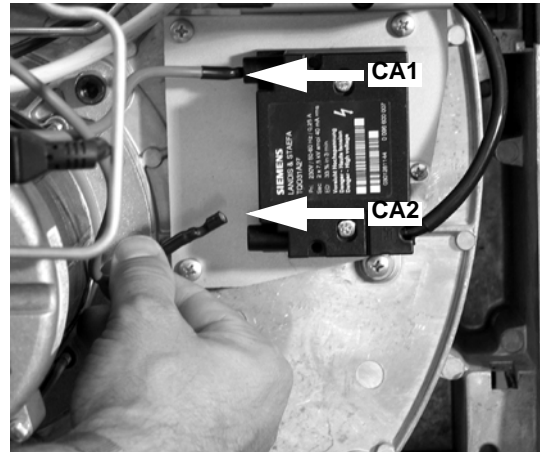

Fig. 40
- Extraer los cables de encendido **CA1** y **CA2** del transformador (Fig. 40).